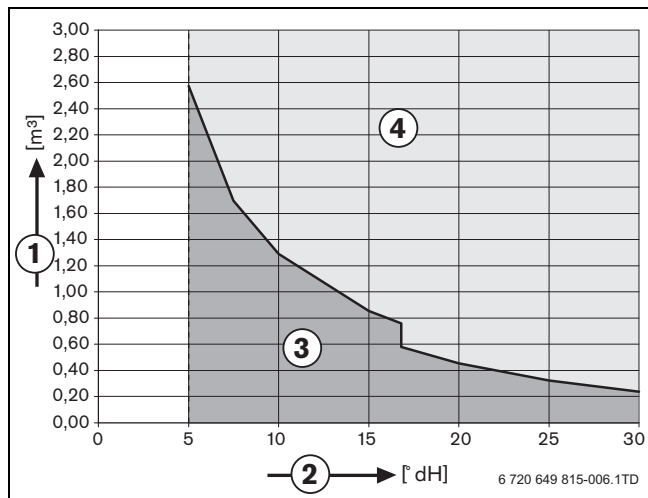

Fig. 1 Requisitos relativos à água de enchimento e à água adicional para instalações individuais Logamax plus até 50 kW
- ▶ Utilizar a água canalizada não tratada segundo o regulamento sobre água potável ou a água completamente dessalinizada com uma condutividade ≤ 10 Microsiemens/cm (\rightarrow fig. 1). Não é permitida a utilização de água subterrânea. Em caso de utilização de aditivos de água, entrar previamente em contacto com o seu representante da Buderus.